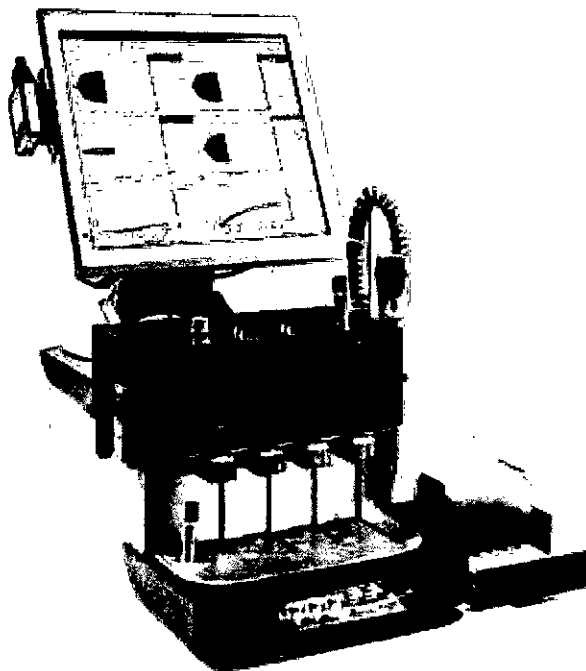

Figura 7-1: Posición del ROTEM® platelet sobre el ROTEM® delta
1. Coloque el ROTEM® platelet sobre el ROTEM® delta (Figura 7-1).